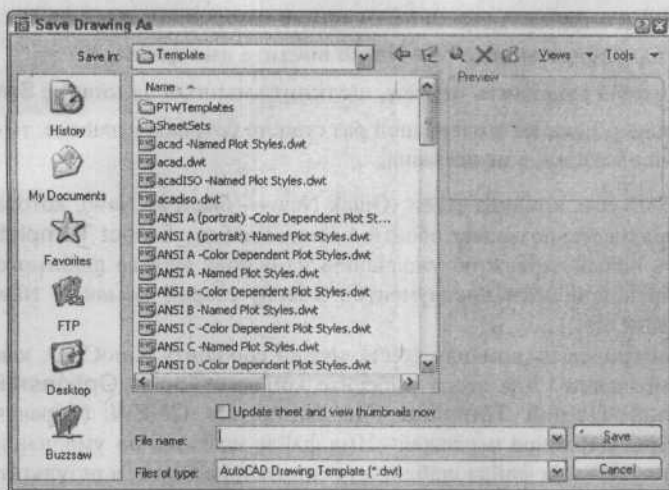

Рис. 4.12. Сохраняем чертеж как шаблон
1. В главном меню AutoCAD выберите команду **File⇒Save As** (Файл⇒Сохранить как). Активируется диалоговое окно **Save Drawing As** (Сохранить чертеж как), показанное на рис. 4.12.